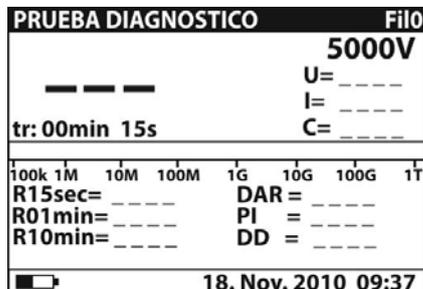
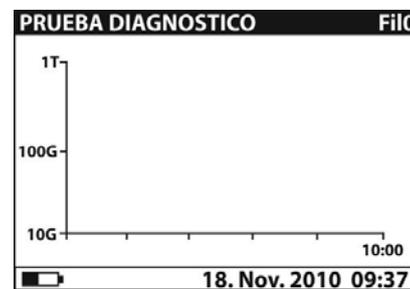

Fig. 25: Pantalla inicial numérica
Fig. 26: Pantalla inicial gráfica
2. Seleccione con las teclas flecha **▼** o **▲** la función “PRUEBA DIAGNOSTICO” sobre el menú principal y confirme con la tecla **SELECT**. La pantalla Fig. 25 es mostrada por el instrumento. En el caso en la cual la opción Gráfico R(t) **esté activada (ON)** pulse las teclas flecha **▼** o **▲** para pasar a la pantalla gráfica Fig. 26